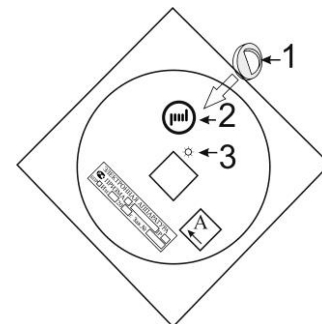

Рис. 6.4
индикатора 3 и прилагаемого в комплекте поставки извещателя магнита 1 (см. рис. 6.4). С внешней стороны задней стенки к блоку БПРМ (БПРД) присоединен шарнирный стержень. Внизу цилиндрической части корпуса расположена втулка для ввода кабеля. Конструкция БПРМ отличается от БПРД присутствием на тыльной поверхности органов управления и индикации (см. рис. 6.5).
6.3.3.1 На тыльной стенке кожуха БПРД имеется окно встроенного светодиода 3 для визуального контроля работы, для чего к фирменному значку 2 на тыльной стенке БПРД необходимо приложить и удерживать во время контроля магнит 1 (см. рис.6.4). В случае нормальной работы БПРД, светодиод методично мигает с периодом около 1 сек. На тыльной поверхности БПРМ под защитной крышкой расположены три синих индикатора «0» (нулевой разряд сигнала), «1» (первый разряд), «2» (второй разряд) и двухцветный (синий/красный) «3» (Зс/Зк) {третий разряд/(Тревога или четвертый разряд)}, регулятор чувствительности извещателя «Per». Крышка, обеспечивающая защиту органов управления и индикации от внешних воздействий, закрепляется на тыльной поверхности БПРМ двумя невыпадающими винтами. Вблизи индикатора «3» находится отверстие **инфракрасного датчика** положения крышки (открыта – закрыта). Извещатель формирует сигнал ТРЕВОГА размыканием выходного реле при открывании защитной крышки.